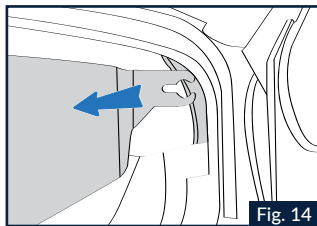

Fig. 14
3.2. Den linken Seitenteil des Sonnenschutzschildes fassen und zur Außenseite des Helms ziehen (Abb. 14).
4.2 Das linke Ende des Sonnenschutzschildes in die Führung einschieben, bis sie vollständig in der Aufnahme der Schale einrastet (Abb.14).